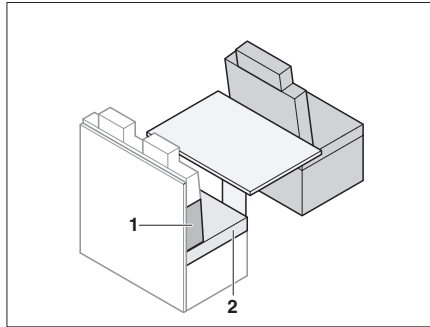

Bild 192 Före ombyggnaden
- Ta bort sittdynan (Bild 192,2).
- Lägg ryggdynan (Bild 192,1) mellan sittdynan och bakväggen. Beakta kilformen.